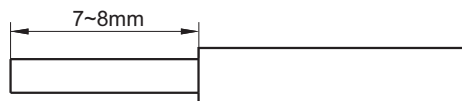
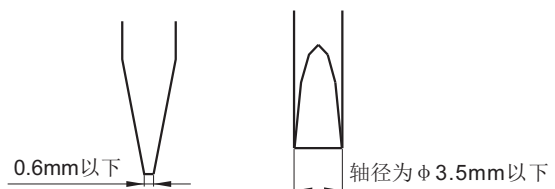
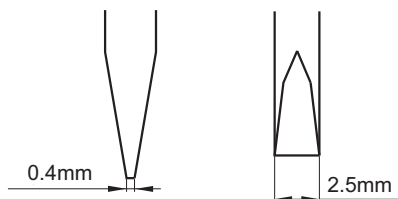

图1
图2
图3
导线前端需剥去7mm~8mm的绝缘保护层, 如图1所示。请务必按此尺寸使用。
- 接线时，请使用如图2所示的螺丝刀：
一字型螺丝刀：见图2
接线时，请使用如图3所示螺丝刀。
将继电器插座防脱卡簧呈现于打开状态(详见图1)，将继电器对准插座主体型腔(详见图2)。然后逆时针扳动防脱卡扣，同时轻轻下压继电器，直至继电器完全装入插座(详见图3)。